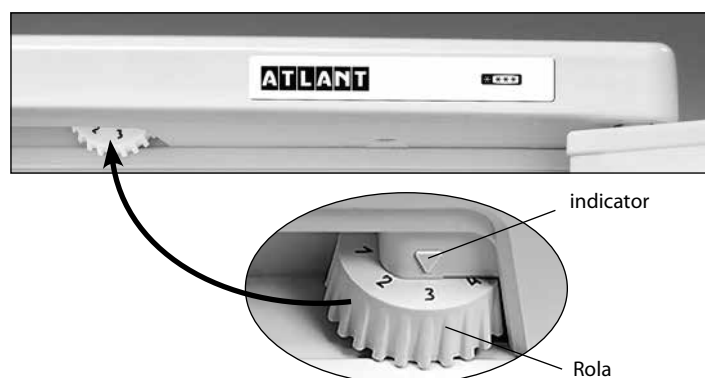

Figura 3 – Controlul temperaturii
**1.5** Organul de reglare a temperaturii în conformitate cu figura 3 este rola de reglare a temperaturii (în continuare – rol). Rolul se rotește în sensul acelor de ceasornic și invers acelor de ceasornic și are diviziuni cu cifre notate și se instalează la diviziunea selectată. Diviziunea cu marcarea la "1" corespunde temperaturii cea mai ridicată (răcirea cea mai mică) în camera, la diviziunea "7" – cea mai joasă (cea mai mare răcire). Diviziunea rolului trebuie instalată sub indicator la reglarea temperaturii.
Deschideți ușa SF și setați rola la diviziunea "2." Închideți ușa SF. Pe viitor, pentru a selecta temperatura optimă pentru depozitarea alimentelor în secțiune trebuie să reglați temperatura cu ajutorul rolului, așa cum se arată în figura 3. În cazul în care, după reglare sau în urma schimbării condițiilor de exploatare, compresorul a început să lucreze continuu, este necesar să rotiți lent rola în direcția de micșorare până la un clic al regulatorului de temperatură. După reglare, temperatura în frigider se menține în mod automat.